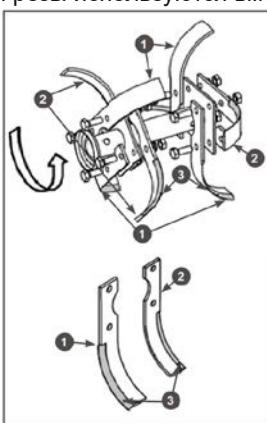

Рис. 7 Сборка правой фрезы
1.Установите ножи фрезы на вадратные фланцы осей фрез. Для примера на Рис. 7 показана сборка правой фрезы. В первую очередь на фланец устанавливаются правые ножи 1 (имеющие изгиб в сторону от коробки передач - вправо), затем устанавливаются левые ножи 2 (имеющие изгиб к коробке передач-влево) (Рис. 7).
2.Закрепите ножи на фланце оси с помощью болтов и шайб с гайками (Рис. 7).
Ножи должны быть установлены так, чтобы лезвия 3 ножей врезались в землю при движении мотоблока вперед (Рис. 7).